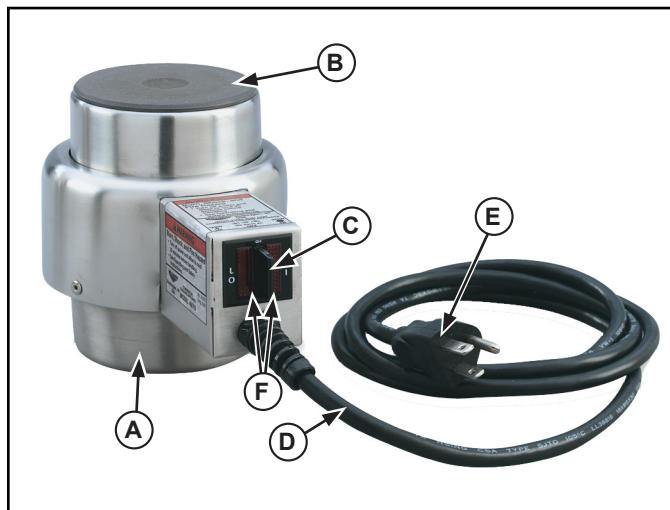

Figura 1. Características y controles del calentador eléctrico universal para chafers (se muestra el modelo de 110 V).
2. Introduzca la base (A) del calentador en el pedestal, la repisa u otro equipo. Consulte la Figura 1.